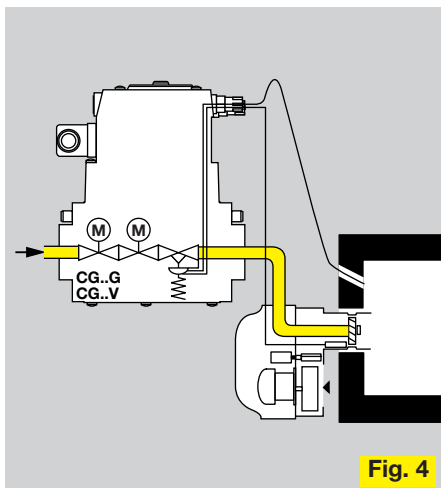

Fig. 4
- Fig. 4 Gebläseunterstützte Kessel, modulierend oder mehrstufig geregelt.
- Fig. 4 Fan-assisted boilers, modulating or multi-stage-controlled.
- Fig. 4 Напорные котлы с плавным или многоступенчатым регулированием.